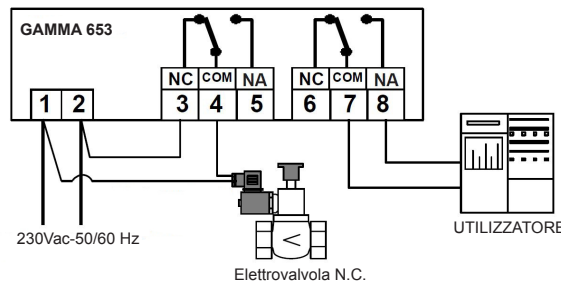

Fig.4
essa può essere di tipo **N.A.**(Normalmente Aperta, Fig.3) o **N.C.** (Normalmente Chiusa, Fig.4). Ricordiamo che l'elettrovalvola va installata sulla tubazione del gas all'esterno del locale da controllare in quanto non può proteggere da perdite che avvengano a monte della stessa.
• **CON IL JUMPER IN QUESTA POSIZIONE, IN CASO DI ALLARME I RELE' COMMUTANO E I MORSETTI 3 e 4 SI APRIRANNO FINO AL CESSATO ALLARME, mentre i morsetti 7 e 8 SI CHIUDERANNO FINO AL CESSATO ALLARME (FIG.4).**